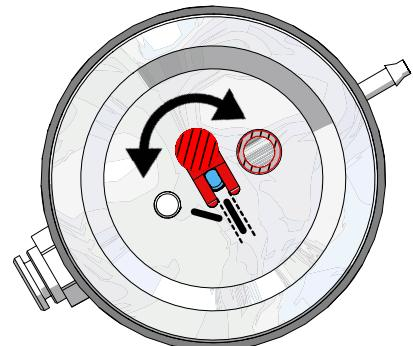

Abb. 12
- ⇒ Bei Strahlanks 25 - 70 µm muss die Dosierdüse ausgerichtet werden (Abb. 12)!